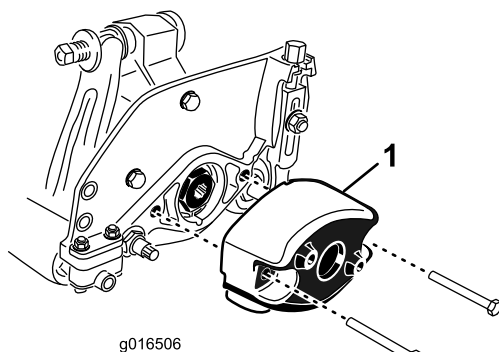

Figura 7
1. Remova os 2 parafusos que fixam o contrapeso à extremidade direita da unidade de corte. Remova o contrapeso (Figura 7).